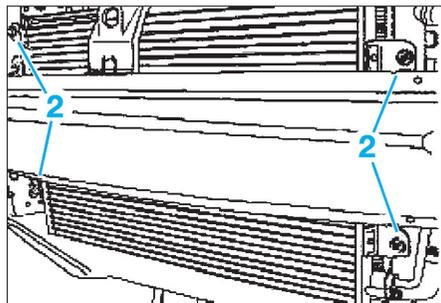

Fig. 6
- les vis (2) du condenseur (Fig.6),